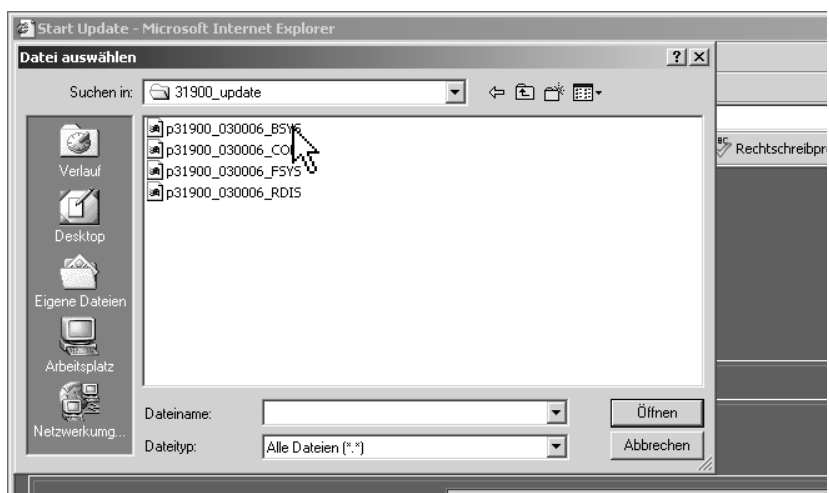

Bild 8-6: Dialog zum Auswählen der Update-Datei
- Wählen Sie über den jetzt angezeigten Dialog das Verzeichnis aus, in dem Sie die **vier** erforderlichen Update-Dateien abgelegt haben. Wählen Sie als erstes die Datei „**p31900_xxxxxx_BSYS**“ aus und klicken Sie anschließend auf „Öffnen“ (siehe Bild 8-6). „xxxxxx“ steht dabei für die Versionsnummer (siehe Abschnitt 6.4.).